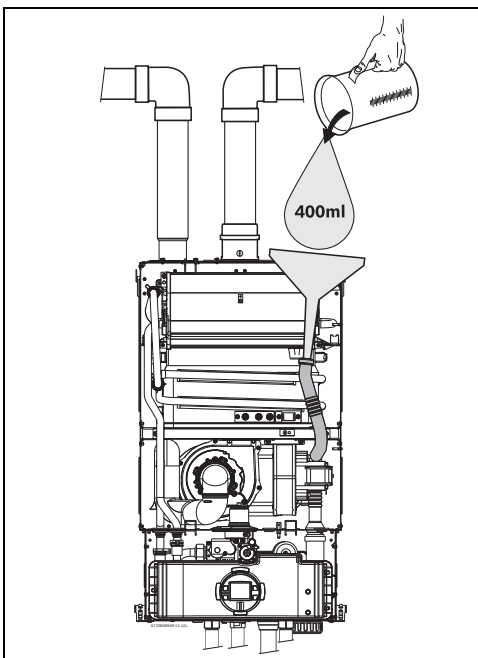

Fig. 63 Enchimento do reservatório de condensados após a instalação.
- ▶ Encher o reservatório de condensados com aproximadamente 400ml de água pelo tubo de condensados. De forma a evitar danos no aparelho use um funil na extremidade do tubo, ver Fig. 63.